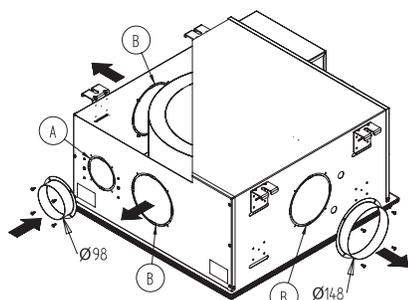

Fig. 25a - ESTUCS600, ESTUCS/M 600
Le ventilateur-convecteur à cassette ESTUCS600 et ESTUCS900 sont pourvus de trois prétranches pour le refolement de l'air dans une pièce contiguë avec diam. = 150 mm (voir point B) et d'une prétranche pour la prise d'air extérieure avec diam. = 100 mm (pas présents dans le modèles ESTUCS/H 600 et ESTUCS/HM 600). Voir point A Fig. 25a et b.
- 1 collier diam. = 98 mm pour la prise d'air extérieur: l'air extérieur entre par ce trou et passe dans un interstice à l'intérieur du plenum d'aspiration en sortant des ouvertures qui se trouvent aux 4 côtés du plenum même en se mélangeant parfaitement avec l'air intérieur. Ce système évite l'acheminement direct de l'air extérieur aux sorties de refolement. En amont de la prise d'air, on doit prévoir un filtre et/ou un volet (dans le cas où il y ait la possibilité de l'entrée de l'air à basse température). Dans le cas de connection de la prise d'air on doit ouvrir le passage sur le cadre en plastique (Fig. 25a, 25b point A);